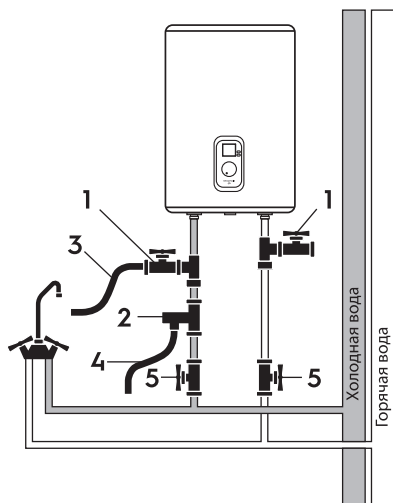

Рис. 5
горячей воды, поскольку чем меньше длина труб, тем меньше потери тепла. Как показано на рис. 5а, при горизонтальной установке водонагревателя трубы подводки должны быть расположены справа. При установке водонагревателя рядом со стеной, оставьте рекомендованное свободное пространство для технического обслуживания. Не устанавливайте водонагреватель на горизонтальной поверхности и вплотную к полу.
Подключение обратного предохранительного клапана (рис.5, поз. 2): клапан следует устанавливать в месте входа холодной воды (удостоверьтесь, что гибкая сливная трубка (рис.5, поз. 4) установлена, на отверстие спуска давления и слива воды и направлена вниз в специальный дренаж для удаления воды).
При подключении к системе водоснабжения необходимо предусмотреть и реализовать установку индивидуальных запорных вентилей (рис. 5, поз. 5) на линии подачи холодной воды в водонагреватель и на линии выхода горячей.
Для упрощения процесса слива воды из водонагревателя рекомендуется на входе и выходе воды из водонагревателя установить тройники (рис. 5, поз.1).
Рис.5а
- Присоедините дренажный шланг (позиция 3 на рис. 5) к запорному крану на тройнике на входе холодной воды в водонагреватель и направьте его в канализацию, либо в место слива воды. Откройте запорный кран и дождитесь полного слива воды.